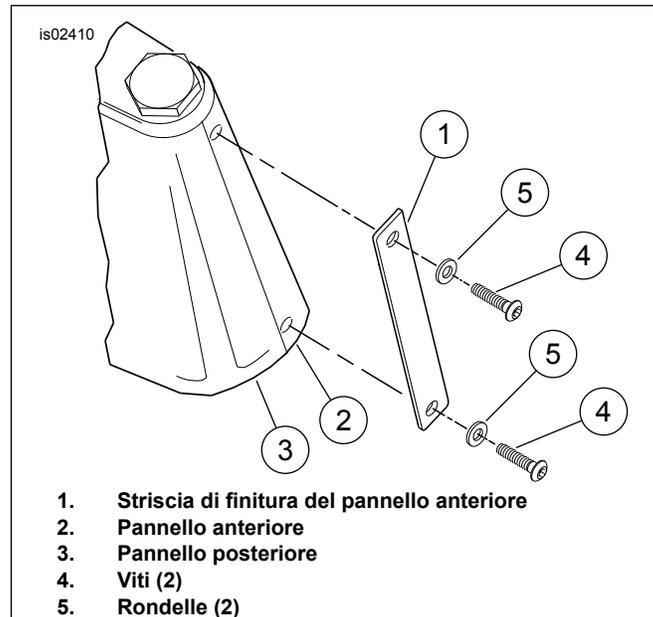

Figura 1. Rimozione della striscia di finitura del pannello anteriore (modelli senza luci di sorpasso)
1. Vedere Figura 1. Rimuovere le due viti (4) e le rondelle (5) che fissano la striscia di finitura del pannello anteriore (1) ai pannelli anteriore (2) e posteriore (3). Conservare la striscia di finitura. Le due viti e le rondelle possono essere eliminate.